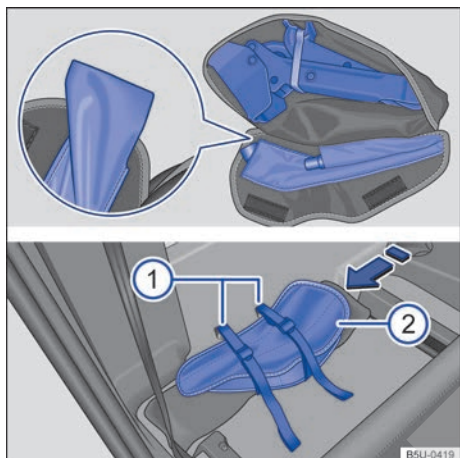

Fig. 139 Atrás del respaldo del asiento del pasajero: ② bolsa de herramientas de a bordo y ① cintas de fijación de la bolsa de las herramientas de a bordo.
- Acomodar el gato hidráulico en la bolsa totalmente cerrado → fig. 139, con la base del gato en la parte más grande de la bolsa.
- Acomodar la llave de rueda en su debido alojamiento e intentar que la lengüeta → fig. 139 (lupa) sea colocada por debajo de la llave de rueda, para evitar ruidos durante la conducción.
- Posicionar la bolsa de herramientas de a bordo atrás del asiento del pasajero, sobre el triángulo de seguridad y a través de las cintas de fijación, según → fig. 139 el sentido de la flecha.
- Para que la bolsa quede correctamente ajustada, colocar en la bolsa de herramientas de a bordo con los velcros de la bolsa mirando para adelante → fig. 139 ②.